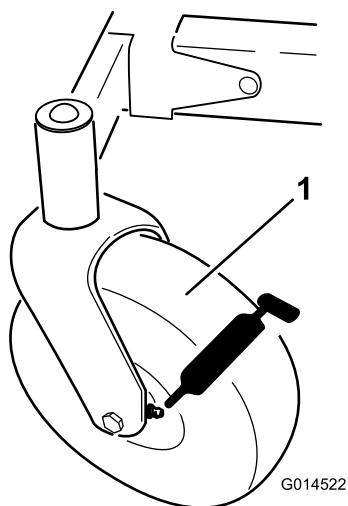
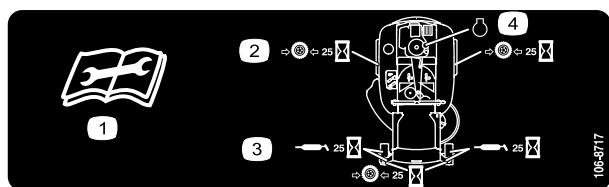

Figure 25
Figure 26
3. Nettoyez les graisseurs (Figure 25 et Figure 26) à l'aide d'un chiffon. Grattez la peinture qui pourrait se trouver sur le devant des graisseurs.
4. Raccordez une pompe à graisse à chaque graisseur (Figure 25 et Figure 26). Injectez de la graisse dans les graisseurs jusqu'à ce qu'elle commence à sortir des roulements.